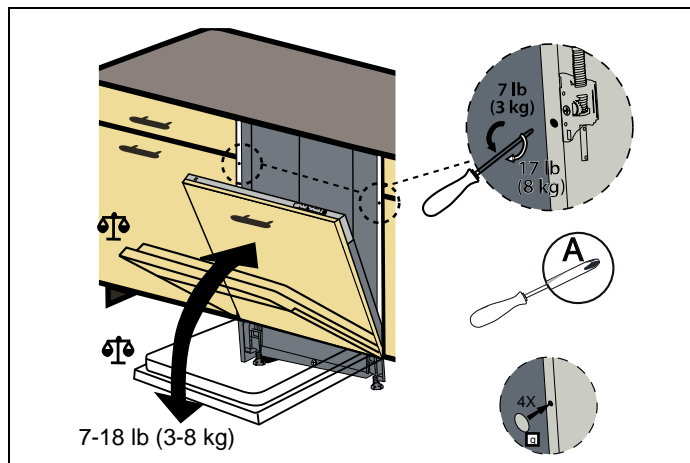

Fig. 28
8) En función del peso de la puerta de madera montada, el equilibrado debe realizarse mediante el mecanismo que se muestra en Fig. 28 .